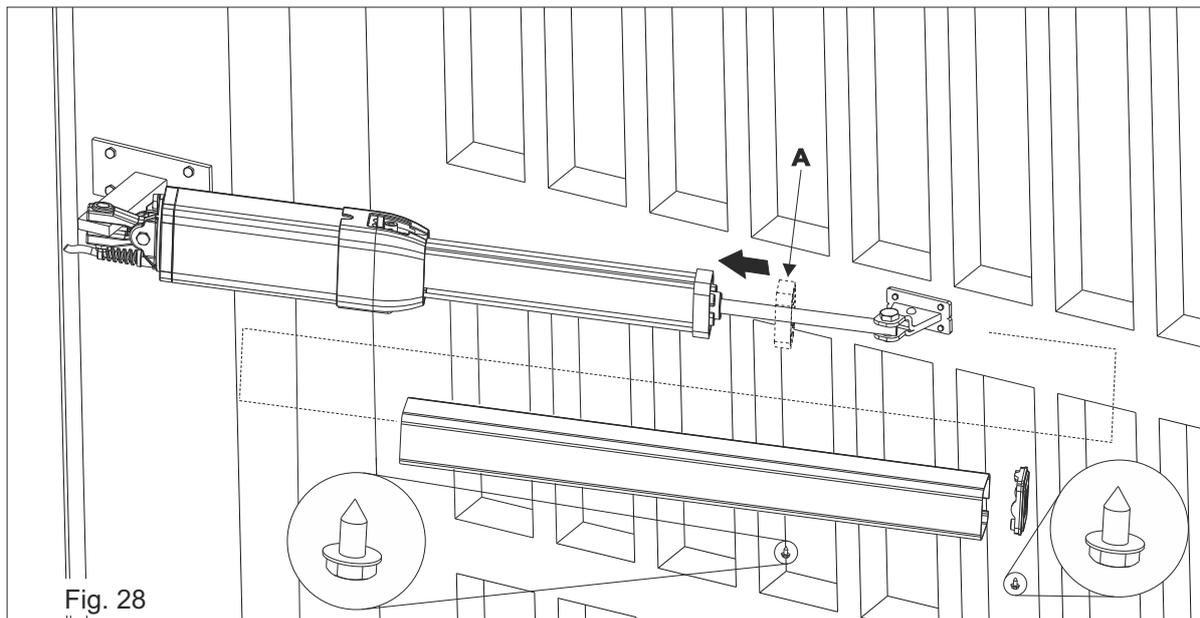

Fig. 28
S'assurer d'avoir inséré le cadre en plastique anti-vibration (A) avant d'insérer le couvre tige extrusé (Fig. 28)